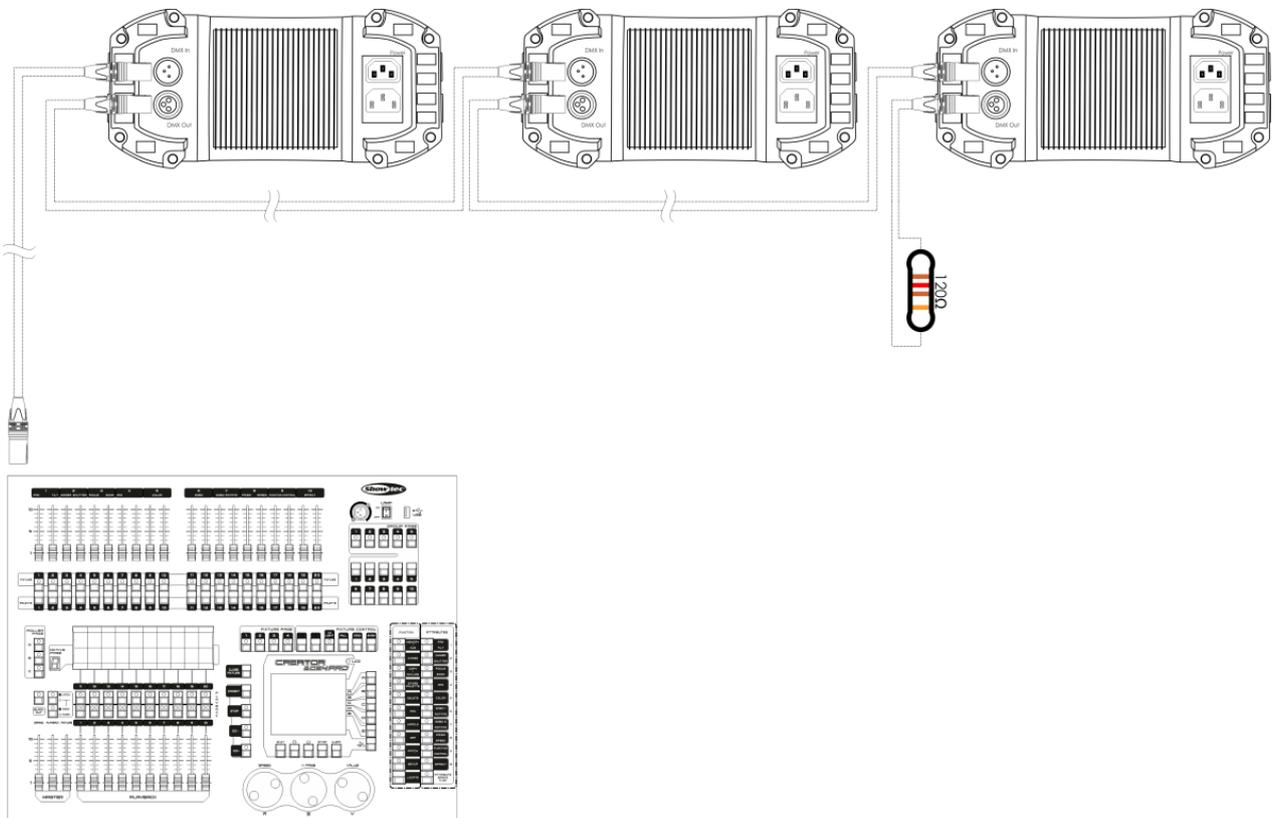

Abb. 04
- 05) Verbinden Sie die Geräte so wie in (Abb. 04) gezeigt. Verwenden Sie ein DMX-Datenkabel, um die DMX-„OUT“-Buchse des ersten Geräts mit der „IN“-Buchse des zweiten Geräts zu verbinden. Wiederholen Sie diesen Vorgang, um das zweite, dritte und vierte Gerät ebenfalls zu verbinden.